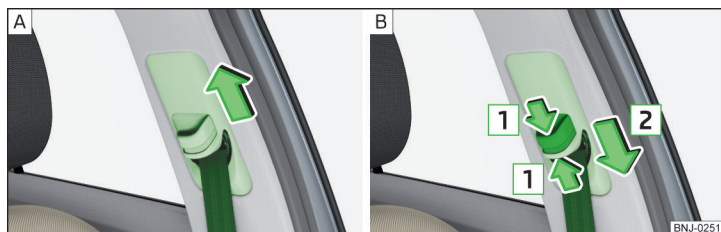

Рис. 5 Регулювання висоти ремня для передніх сидінь
- » Пересуньте регулятор **вгору** в напрямку стрілки » Рис. 5 - А.
- » Або: натисніть на запобіжник у напрямку стрілок **1** і посуňte регулятор **вниз** у напрямку стрілки **2** » Рис. 5 - В.